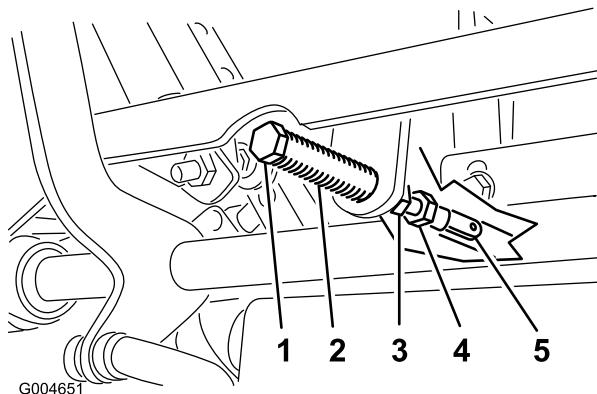

Figura 61
5. Tirate indietro la leva finché il cavallotto con testa (sul braccio sottostante l'albero di articolazione) non tocca l'estremità della scanalatura (inizie a premere sulla molla) (Figura 61).
7. Se occorre regolare, allentate il dado e il controdado contro la forcella (Figura 61).
8. Premete leggermente indietro la leva di comando del movimento e girate la testa del bullone di regolazione nella direzione opportuna finché la leva di comando non si trova al centro, in posizione di bloccaggio in folle (Figura 61).
9. Serrate il dado e il controdado (Figura 61).
9. Serrate i controdadi dei giunti a sfera (Figura 61).